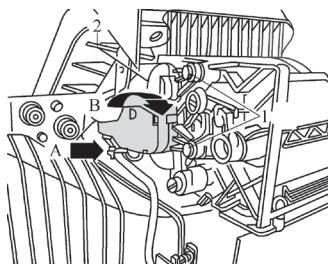

图 5-30 旋转伺服电动机
- 3) 如图 5-30 所示，旋出螺钉 1。从导线的固定卡（图中箭头 A）上脱开导线，将新鲜空气 / 循环空气速滞压力翻板伺服电动机 V425 沿箭头 B 方向旋转大约  $15^{\circ}$ ，然后将其从凸轮连接轴上小心地撬出。